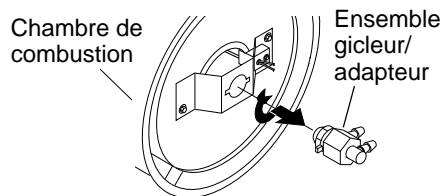

Figure 20 - Dépose de l'ensemble gicleur-adaptateur
- Tourner le gicleur d'un quart de tour vers la gauche et le tirer vers le moteur pour l'enlever (voir figure 20).